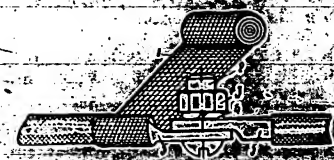

Рис. 21. Места соединения проводов: 1 - изоляционная лента; 2 - винт М4х10; 3 - гайка М4; 4 - пружинная шайба; 5 - наконечник ГЛД 540221 (Е-2).
соединять между собой при помощи винтов 2 (рис. 21), гаек 3, применяя пружинные шайбы и изолируя места соединения;
- Дополнительные провода соединяются с основными при помощи винтов М4Х10, гаек М4 и пружинных шайб. Места соединения изолируются (см. рис. 21).